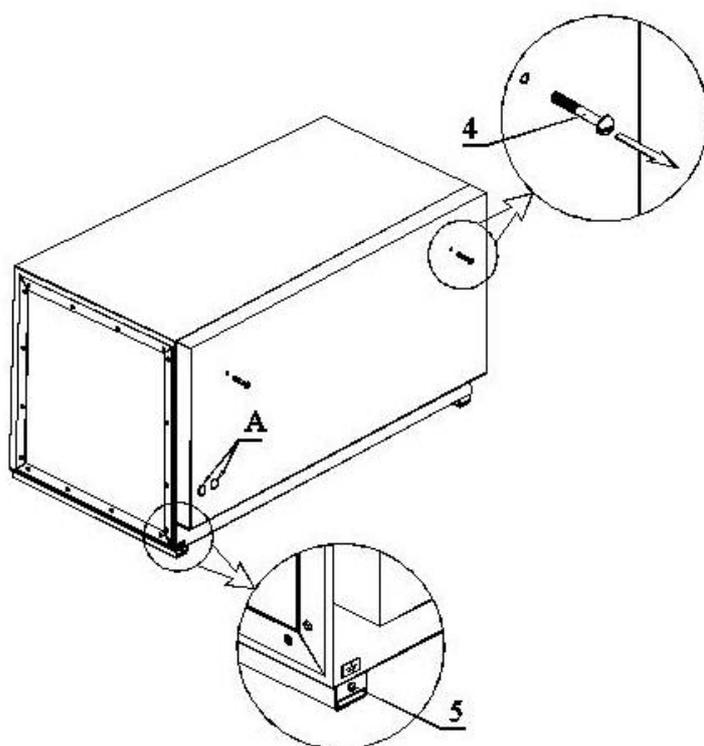
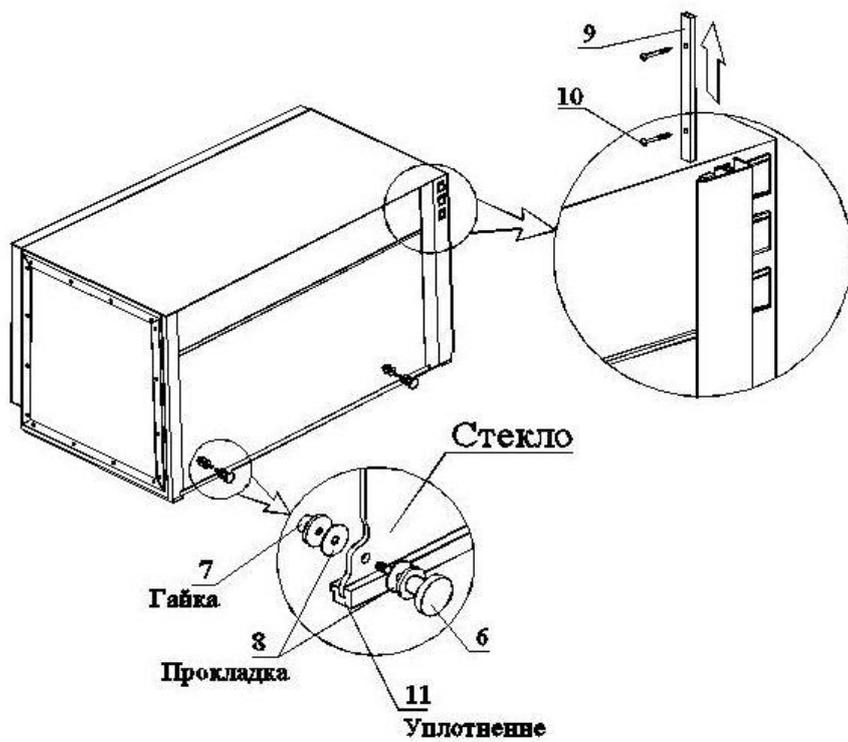

Рис.2
Рис.3
**Внимание!** Стеклянную панель не поднимать до удаления транспортировочных винтов поз.4 на задней крышке (рис.2) и транспортировочных планок поз.9 фиксирующих стекло (рис.3), для чего вывернуть шурупы поз.10. В противном случае возможно нарушение работы механизма подъема панели.
Установить ручки передней панели (рис.3).
Установить предохранители с держателями в месте А (рис.2).
До начала работы с боксом он должен быть заземлен путем соединения с заземляющей шиной помещения через винт поз.5 (рис.2).